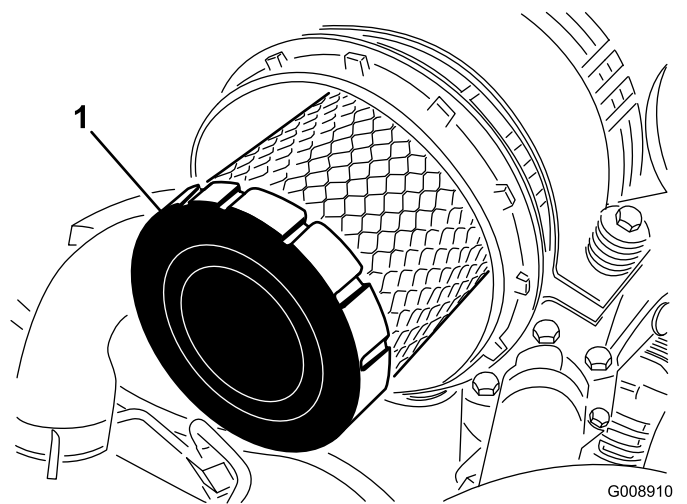

Figura 91
4. Togliete il filtro primario dell'olio (Figura 91).